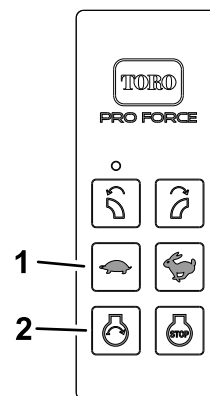

Figura 23
2. Pentru a APRINDE sau STINGE lumina, apăsați pe butoanele de pe telecomanda portabilă (Figura 23) în următoarea ordine: